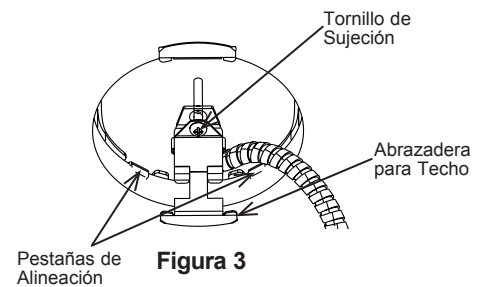

Figura 3
**Paso 4.** Alinee el marco sobre la abertura de modo que las 4 pestañas centren el accesorio en el agujero (Figura 3).